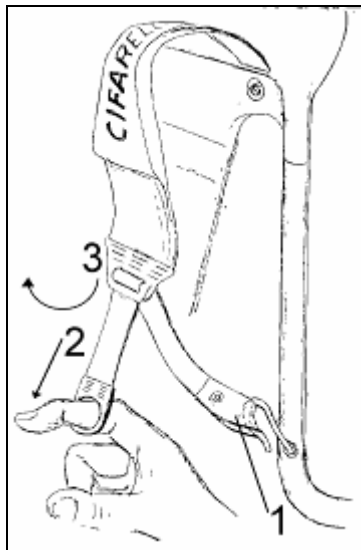

Рис. 5 Ремни
- 2 При необходимости отпустите, как показано на рис. 5 повернув застежку в направлении 3.
- 5 Затяните лямки пластиковым кольцом Рис. 5 направление 2.
Лямки легко и просто регулируются по длине. Лямки должны крепиться к рамке опрыскивателя, как показано на рис. 5 поз.1 .
Для натяжения лямок используйте пластиковые кольца Рис.5 поз. 2.
Для удлинения лямок поверните пластиковый замок Рис.5 в направлении 3.
ВНИМАНИЕ ВСЕГДА ПРОИЗВОДИТЕ РЕГУЛИРОВКУ С ВЫКЛЮЧЕННЫМ ДВИГАТЕЛЕМ И КНОПКОЙ В ПОЗИЦИИ "STOP". В СЛУЧАЕ ОПАСНОСТИ ВЫ МОЖЕТЕ ЛЕГКО СКИНУТЬ ОПРЫСКИВАТЕЛЬ, ОТПУСТИВ ЛЯМКИ (РИС. 5 НАПРАВЛЕНИЕ 3)